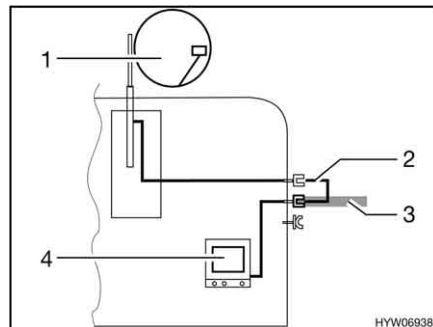

Bild 133 TV im Fahrzeug
- TV im Fahrzeug (Bild 133,4): Anschluss an Dachantenne (Bild 133,1) mit Verbindungskabel (Bild 133,2)
- TV im Fahrzeug (Bild 133,4): Anschluss an externe Antenne (Bild 133,3)